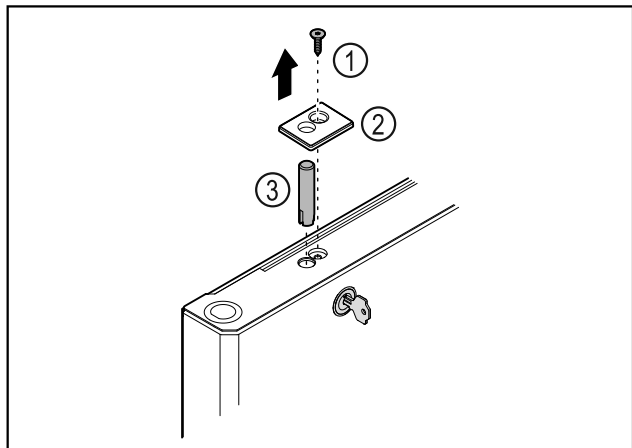

Fig. 43
- Vegye ki a csavart Fig. 43 (1).
- Pattintsa ki a burkolatot Fig. 43 (2) egy csavarhúzó segítségével, és vegye le.
- Húzza ki a zár csapot Fig. 43 (3).